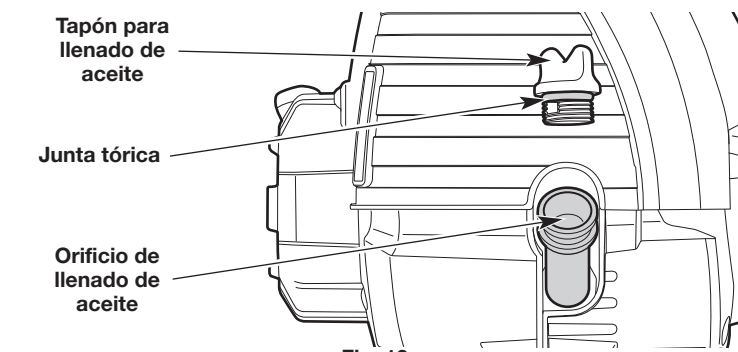

Fig. 13
2. Desenrosque el tapón de llenado de aceite (Fig. 13).
3. Vierta 2.37 onzas líquidas (70 ml) de aceite dentro del orificio de llenado de aceite (Fig. 13).
5. Compruebe que la junta tórica esté en su lugar en el tapón de llenado de aceite (Fig. 13).